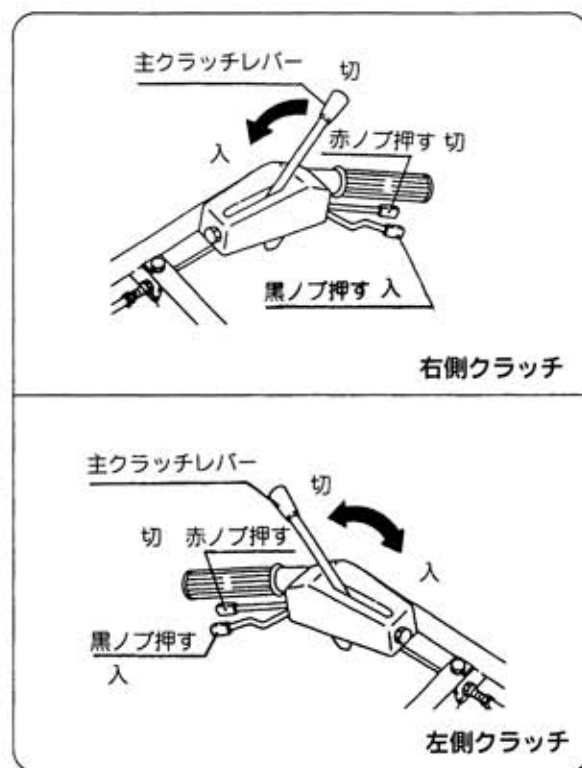

図47
- ② 本機（ティラー）の主クラッチレバーを「入」位置にします。（図47）